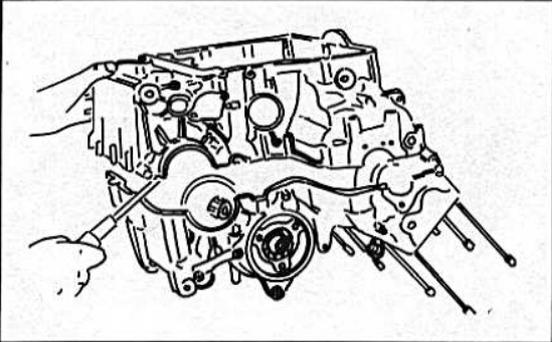

Bild 262 ▶
- Die beiden Gehäuse zusammenschrauben (Bild 262).